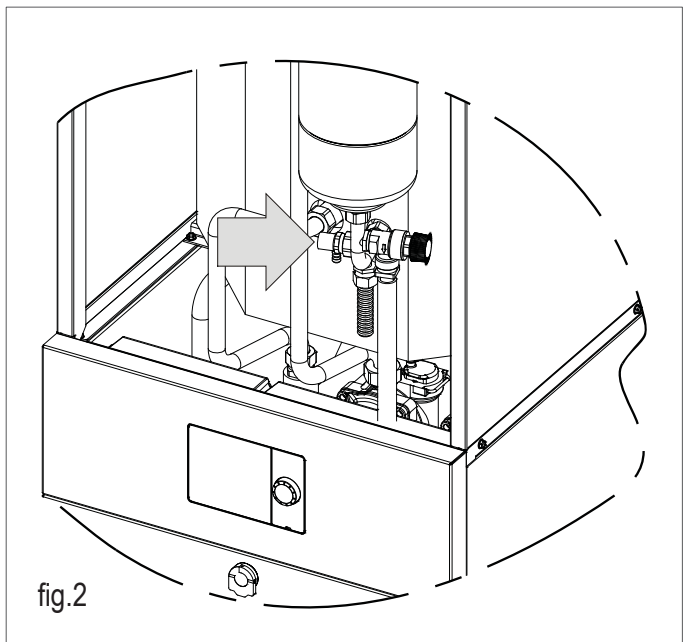

fig.2
- abrir la llave de vaciado del acumulador de ACS (fig. 2);